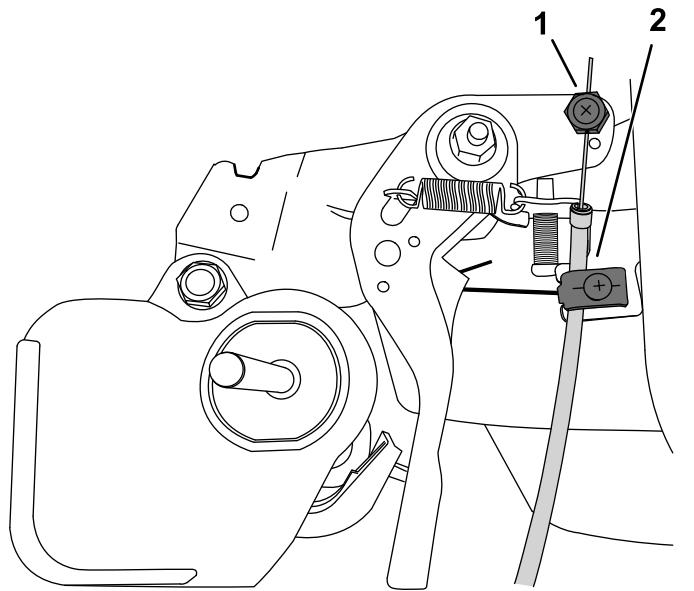

图16
9. 将油门拉索外壳的直端穿过宽夹具并让油门拉索穿过拉索夹 图16。